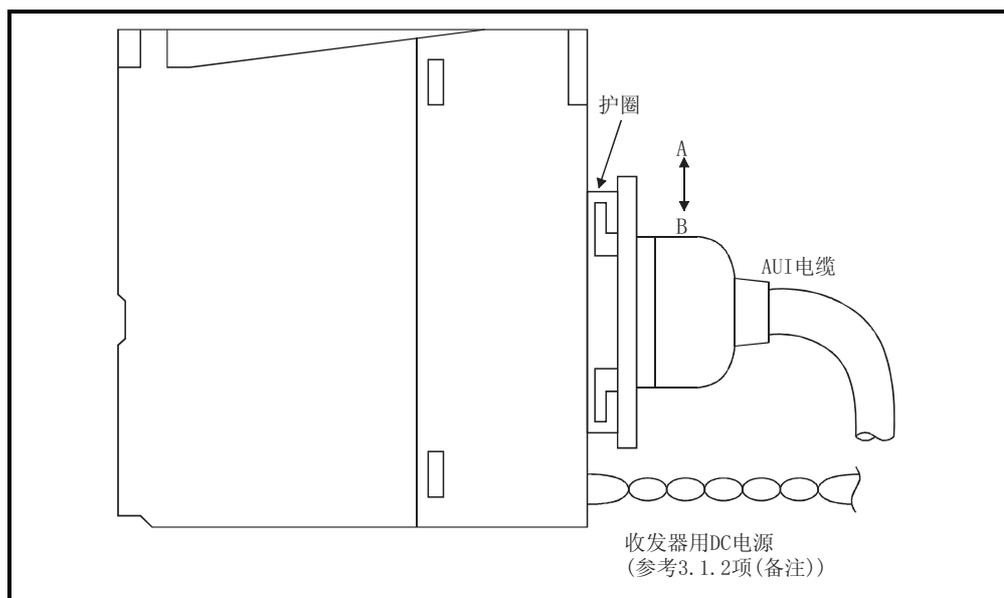

图 5.1 AUI 电缆连接图
- (步骤 1) 将护圈向图 5.1 的 B 方向滑动。
- (步骤 3) 将护圈向图 5.1 的 A 方向滑动。